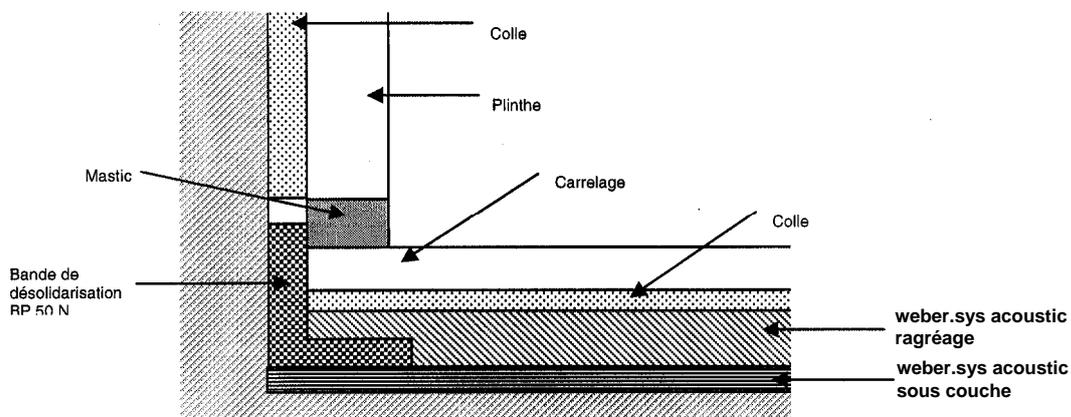

Figure 2 - Désolidarisation en plinthes avec Bande BP 50 N
- soit avec la bande de désolidarisation **BP 50 N** : après avoir retiré la bande de protection, on positionne en équerre la bande **BP 50 N** au pourtour de la pièce en la collant (sur 1 cm de largeur environ) sur la sous-couche insonorisante (figure 2).
- soit par relevés de 5 cm de la sous-couche insonorisante (figure 2).